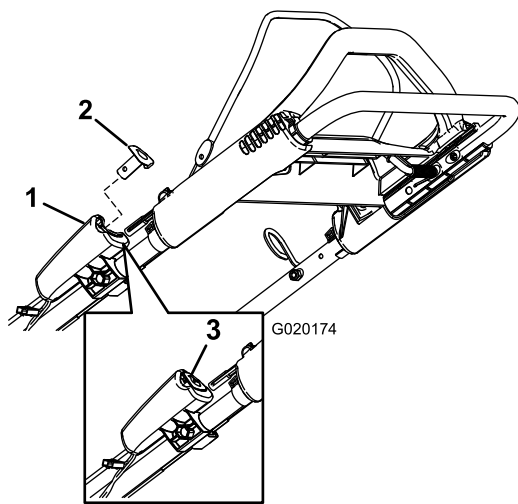
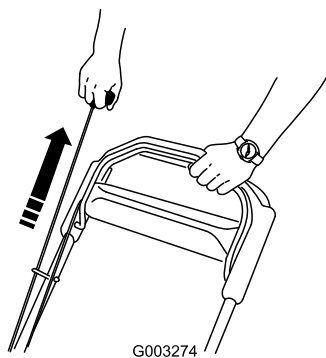

Figure 14
Figure 15
- Appuyez sur le bouton de démarrage électrique (Figure 14) (modèle à démarrage électrique uniquement) ou tirez la poignée du lanceur (Figure 15).
Remarque: Si le bouton de démarrage électrique a été retiré, insérez-le dans le démarreur électrique; voir Figure 14 (modèle à démarrage électrique uniquement).